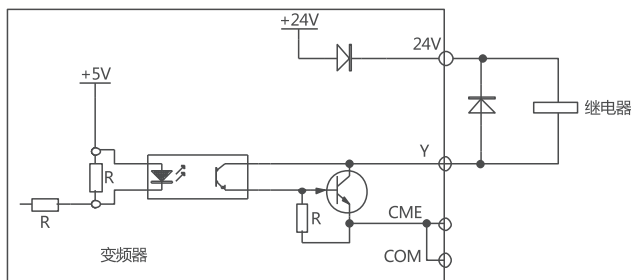

图 4.17 多功能输出端子接线方式1
(2) 多功能输出端子Y1也可使用外部电源，接线方式如图4.17所示。